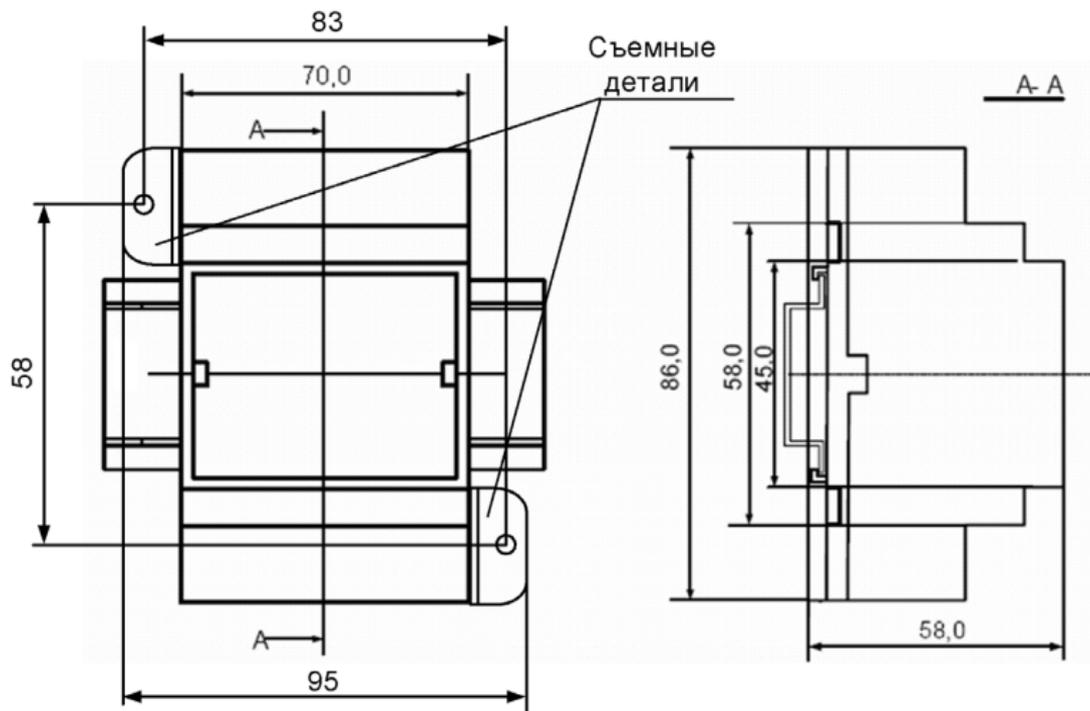

Рис. 3 Габаритные и присоединительные размеры блока питания **PSM-36-24**
8.1 Блок питания устанавливается на монтажную шину NS 35/7,5 (NS 35/15) по стандарту DIN в шкафах систем промышленной автоматики (рис. 2). Возможен монтаж блока на вертикальной панели с помощью винтов (рис. 3).